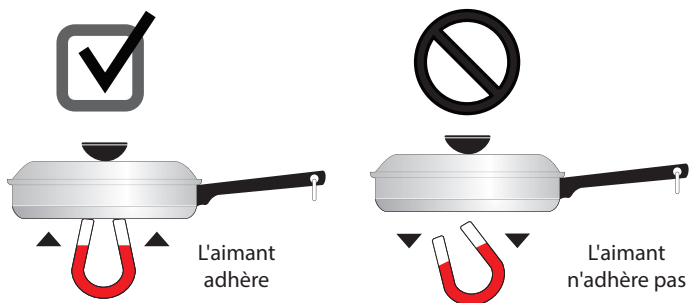

Figure 4: Test de l'aimant
**Acier inoxydable** – Conducteur de chaleur lent. Il est durable, facile à nettoyer et il résiste aux taches. Certains types d'acier inoxydable ne fonctionneront pas sur une table de cuisson à induction. Utilisez le test de l'aimant (consultez « Figure 4 : Test de l'aimant ») pour vérifier le magnétisme de votre ustensile de cuisson en acier inoxydable.
Pour vérifier qu'un ustensile de cuisson fonctionnera sur votre table de cuisson à induction, essayez d'y faire coller un aimant (voir la Figure 4).